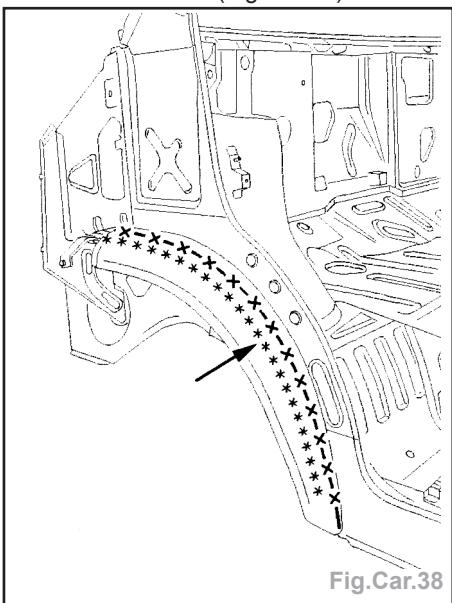

Fig.Car.38
- Dégrafer la ligne de points à l'aide d'une fraise de Ø 8 mm (Fig.Car.38).